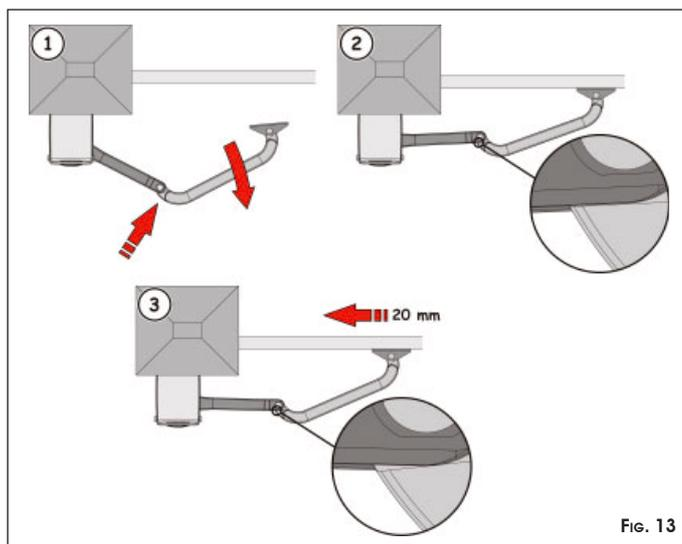

Fig. 13
- ⑧ Allineare i bracci appena assemblati spingendo nella zona centrale sino al loro arresto, vedi Fig.13 rif.①.
- ⑨ Appoggiare la staffa anteriore all'anta, Fig.13 rif ②.
- ⑩ Arretrare di circa 20 mm la staffa anteriore e segnare i fori di fissaggio, Fig.13 rif. ③.
- ⑪ Fissare la staffa nella posizione determinata utilizzando due viti M8.
- ⑫ Muovere manualmente l'anta e verificare che con l'anta in posizione di chiusura i due bracci non urtino tra di loro, come indicato in Fig.13 rif. ②.
- ⑬ Riportare l'operatore nella posizione di lavoro, vedi paragrafo 7.